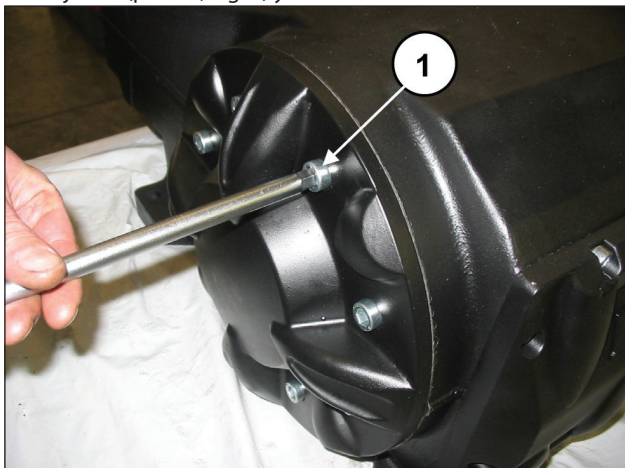

Fig. 4
En la parte opuesta, extraer los tornillos de fijación de la tapa del cojinete (pos. ①, Fig. 4) y desmontarlo.